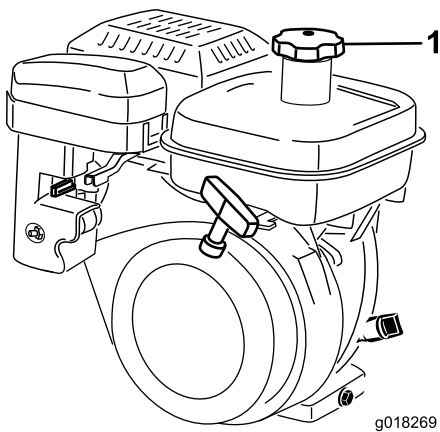

Figure 20
1. Nettoyez la surface autour du bouchon du réservoir de carburant et enlevez le bouchon (Figure 20). Faites le plein avec de l'essence sans plomb sans dépasser la base de la crépine du filtre. Ne remplissez pas excessivement.